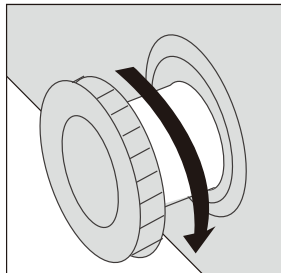

Рисунок 7
- Повернуть ручку для слива на 180 градусов (рис.7). Это позволит воде стечь. После того, как операция выполнена, необходимо убрать ручку для слива. Установите сливную пробку на прежнее место. Следите за уровнем воды в лотке.